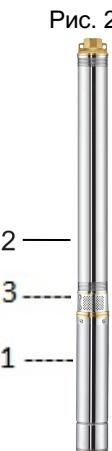

Рис. 2
Насос состоит из двух основных узлов (рис. 2): электродвигателя (1) и насосной части (2). Электродвигатель - асинхронный однофазный, заполненный экологически-чистым маслом, с уплотнением вала торцевым уплотнением керамика / графит, с мембранный компенсации температурного расширения масла. Конденсатор размещен в двигателе.